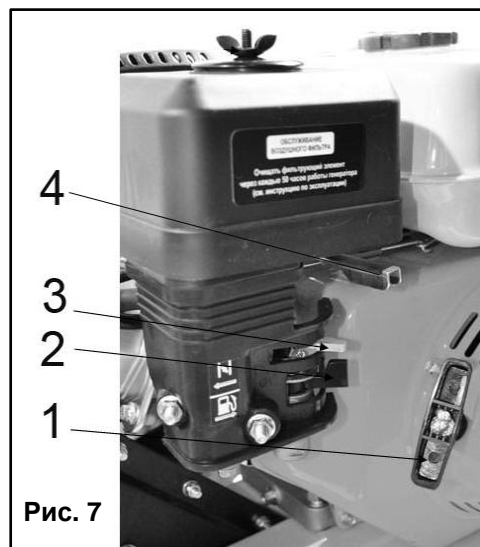

Рис. 7
3. Установите рычаг привода дросселя в положение «Заяц». (4) (См. Рис. 7).
5. Установите рычаг привода воздушной заслонки (3) (См. Рис. 7), в положение «ЗАКРЫТО» (CLOSE).
7. Медленно потяните за ручку шнура стартера (1) (См. Рис. 7), пока не почувствуете сопротивление. Затем вытяните, преодолевая компрессию, рывком шнур стартера на полную длину. Медленно отпустите шнур за ручку шнура стартера в исходное положение.
1. Установите рычаг управления дросселем (4) (См. Рис. 7) в положение “Черепаша” .